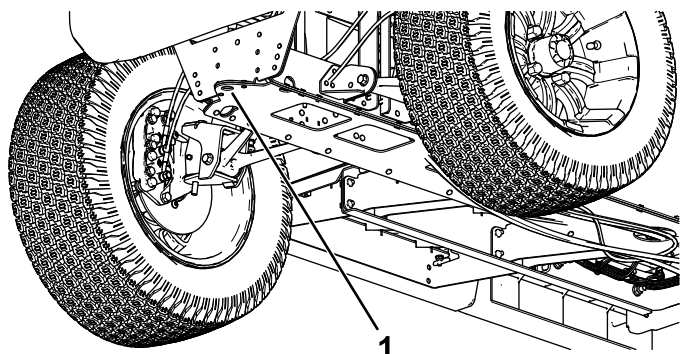

図 29
- 車両前部のジャッキアップポイントは、牽引トングの後ろのフレーム前部です 図 29。